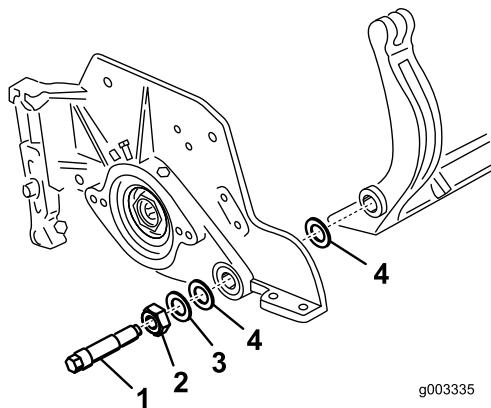
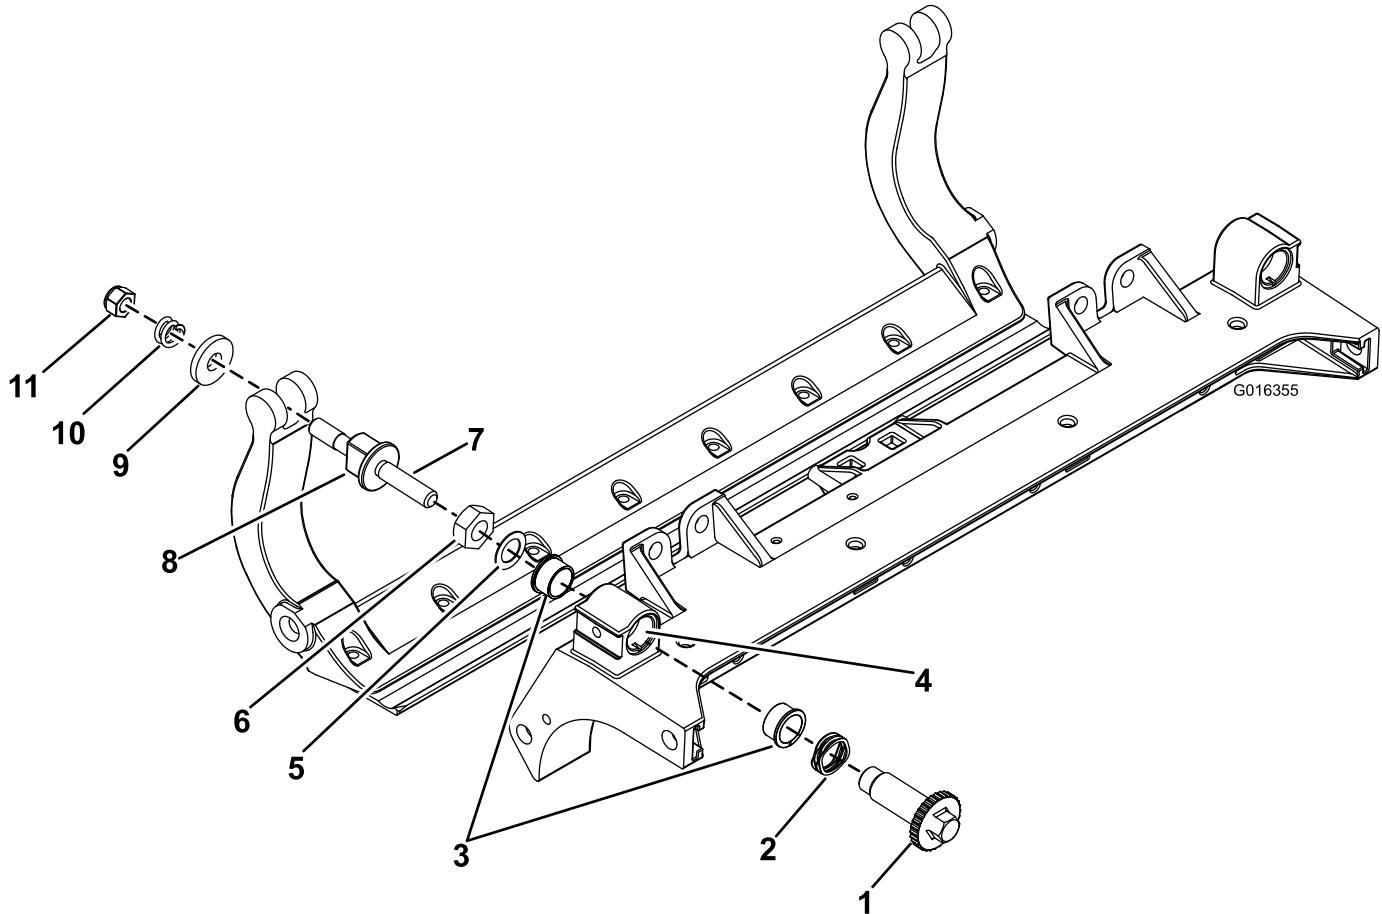

Figura 30
Figura 32
29). Guarde as duas anilhas de nylon e a anilha de aço prensado de cada uma das extremidades da barra de apoio (Figura 30).
- Fixe a barra de apoio a cada um dos lados da placa lateral com as cavilhas (porcas flangeadas nas cavilhas) e com as 6 arruelas. Deve colocar uma anilha de nylon em cada um dos lados da placa lateral. Coloque uma anilha de aço no exterior de cada uma das anilhas de nylon (Figura 30). Aperte os parafusos da barra de apoio a 27-36 Nm.
1. Retire todas as peças (consulte as *Instruções de instalação* do Kit DPA HD Modelo n.º 120-7230 e Figura 32).
2. Aplique Never Seize no interior da área dos casquilhos na estrutura central da unidade de corte (Figura 32).
3. Alinhe as chaves nos casquilhos das flanges com as ranhuras na estrutura e instale os casquilhos (Figura 32).
4. Instale uma anilha ondulada no veio do ajustador e deslize o veio do ajustador para os casquilhos da flange na estrutura da unidade de corte (Figura 32).
5. Prenda o veio ajustador com uma anilha plana e porca de bloqueio (Figura 32). Aperte a porca de bloqueio com 20 a 27 Nm.
9. Fixe a barra de apoio a cada um dos lados da placa lateral com as cavilhas (porcas flangeadas nas cavilhas) e com as 6 arruelas. Deve colocar uma anilha de nylon em cada um dos lados da placa lateral. Coloque uma arruela de aço no exterior de cada uma das arruelas de nylon (Figura 32). Aperte os parafusos da barra de apoio a 37-45 Nm. Aperte as porcas até que a anilha de aço exterior pare de rodar e a folga seja removida, mas não aperte em demasiao nem desvie as placas laterais. As arruelas podem ter uma folga interna (Figura 30).